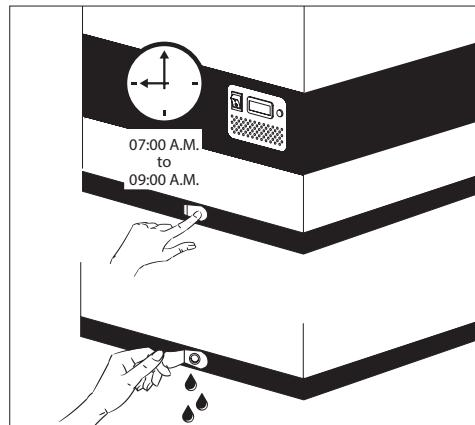

Рис. 7
1. Отключите питание, нажав кнопку ON/OFF. Важно! Отключите питание ТОЛЬКО морозильной камеры. (См. Рис. 7)